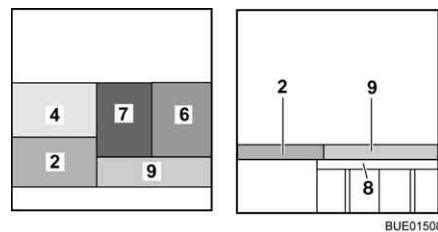

Fig. 146 Après la transformation
- Placer le coussin d'assise (Fig. 146,7) au centre.
- Placer le coussin de dossier (Fig. 146,6) entre le coussin d'assise (Fig. 146,7) et la cloison.
- Placer le coussin supplémentaire (Fig. 146,9) sur la rallonge latérale de lit.
- Placer le coussin de dossier (Fig. 146,6) entre le coussin d'assise et la cloison.